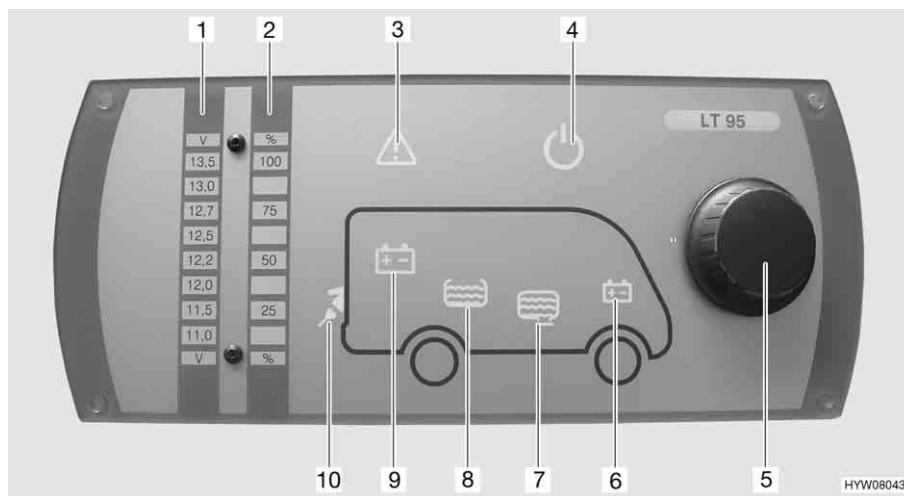

Fig. 110 Pannello di controllo (LT 95)
Il pulsante a rotazione (Fig. 110,5) inserisce o disinserisce il pannello di controllo e l'alimentazione a 12 V dell'abitacolo.
**Accensione:** ■ Premere il pulsante a rotazione (Fig. 110,5): L'alimentazione a 12 V dell'abitacolo è inserita. La spia di controllo a 12 V (Fig. 110,4) diventa verde.
**Spegnimento:** ■ Premere il pulsante a rotazione (Fig. 110,5): L'alimentazione a 12 V dell'abitacolo è disinserita. La spia di controllo a 12 V (Fig. 110,4) si spegne.
Mediante il pulsante a rotazione (Fig. 110,5) si possono interrogare sia la tensione della batteria dell'abitacolo che la tensione della batteria di avviamento. La tensione viene visualizzata sulla scala indicatore per la tensione della batteria (Fig. 110,1).
- Ruotare il pulsante a rotazione (Fig. 110,5), finché si accende il simbolo della batteria della quale deve essere interrogata la tensione.
Viene indicata la tensione della batteria dell'abitacolo (Fig. 110,9)
Viene indicata la tensione della batteria di avviamento (Fig. 110,6)
- Leggere la tensione sulla scala indicatore della tensione della batteria (Fig. 110,1).
Mediante il pulsante a rotazione (Fig. 110,5) si possono interrogare sia il livello del serbatoio dell'acqua che il livello del serbatoio delle acque grigie. Il livello viene visualizzato sulla scala indicatore livello dei serbatoi (Fig. 110,2).
- Ruotare il pulsante a rotazione (Fig. 110,5), finché si accende il simbolo del serbatoio del quale deve essere interrogato il livello.
Viene indicato il livello del serbatoio dell'acqua (Fig. 110,8)
Viene indicato il livello del serbatoio delle acque grigie (Fig. 110,7)
- Leggere il livello sulla scala indicatore del livello serbatoio (Fig. 110,2).
La spia luminosa Alarm (Fig. 110,3) lampeggia non appena i valori limite fissati vengono superati per eccesso o per difetto.
La spia luminosa Alarm (Fig. 110,3) lampeggia non appena la tensione della batteria scende al di sotto di 11 V. Se l'alimentazione a 12 V è accesa, si accende anche il relativo simbolo della batteria (Fig. 110,6 o 9), e l'indicatore "11,0" sulla scala indicatore della tensione della batteria (Fig. 110,1) lampeggia. Rischio di uno scaricamento totale della batteria.
La spia luminosa Alarm (Fig. 110,3) lampeggia ed il relativo simbolo del serbatoio (Fig. 110,7 o 8) si accende non appena il serbatoio dell'acqua è vuoto o il serbatoio delle acque grigie è pieno.
La spia di controllo a 230 V (Fig. 110,10) si accende quando all'ingresso della centralina elettrica è presente una tensione di rete.